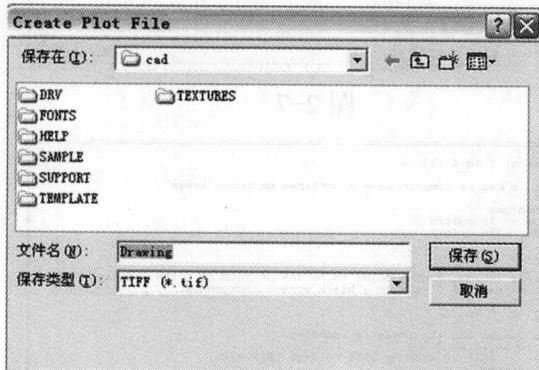

图 2-14
(11) 在“Print/Plot Configuration”对话框中，单击“File Name”按钮，弹出如图 2-14 所示的“Create Plot File”对话框，然后在该对话框中输入要输出图像的名称“Drawing”，然后单击“保存”按钮，退出该对话框，系统运算后，图像输出操作完成，关闭 AutoCAD R14。